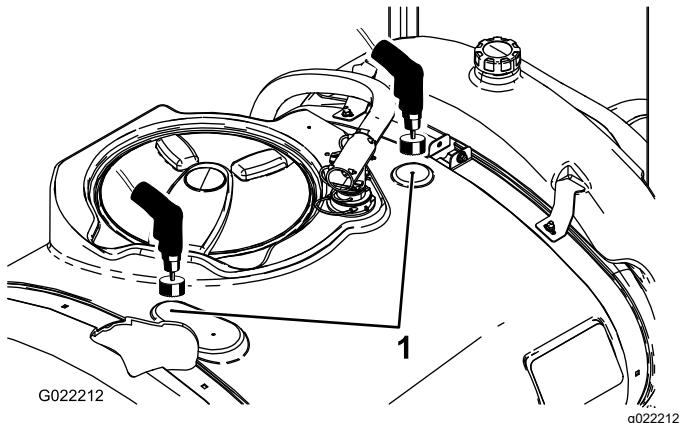

Figura 3
- Localice las dos marcas de perforación en el depósito principal (Figura 3).